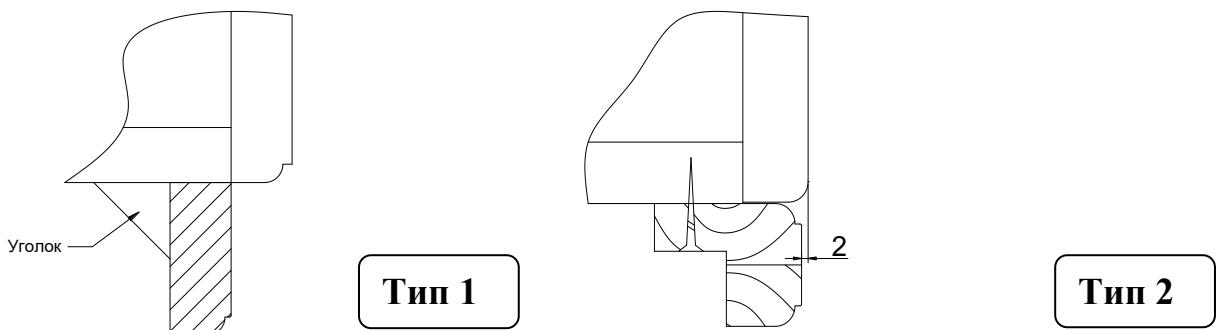

Рис. 25
1. В зависимости от модели может быть два типа нижнего карниза по способу установки. Тип 1 лицеется с корпусом, тип 2 лицеется с фасадом (рис. 25).